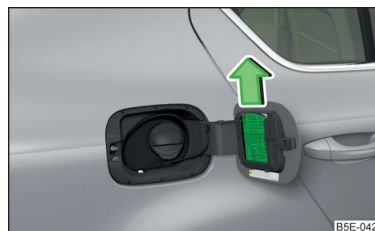

Fig. 191
- Împingeți în afară racleta pentru gheață » fig. 191.